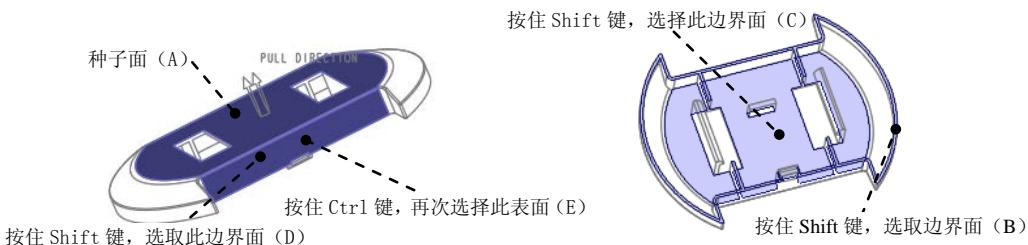

图 27.13 定义种子面和边界面
(1) 采用“种子面与边界面”的方法选取所需要的曲面。用户分别选取种子面和边界面后，系统则会自动选取从种子曲面开始向四周延伸直到边界曲面的所有曲面（其中包括种子曲面，但不包括边界曲面）。在屏幕右下方的“智能选取栏”中选择“几何”选项。
(2) 下面先选取“种子面”，操作方法如下：选择 **视图** 功能选项卡 **模型显示** ▾ 区域中的“显示样式”按钮 ，按下 按钮，将模型的显示状态切换到实线线框显示方式，将模型调整到图 27.13 所示的视图方位，将鼠标指针移至模型中的目标位置，选取图 27.13 中的模型的表面，该表面就是所要选择的“种子面”。
(3) 选取“边界面”，操作方法如下：按住 Shift 键，选取图 27.13 中的模型的一圈端部表面 (B) 为边界面，按住 Shift 键，选取图 27.13 中的模型的内表面 (C) 为边界面，按住 Shift 键，选取图 27.13 中的模型表面 (D) 为边界面。
(4) 按住 Ctrl 键，再次选取图 27.13 中的模型表面 (E) 为边界面。
(5) 单击 **模具** 功能选项卡 **操作** ▾ 区域中的“复制”按钮 .
(6) 单击 **模具** 功能选项卡 **操作** ▾ 区域中的“粘贴”按钮 。系统弹出“曲面：复制”操控板。
(7) 填补复制曲面上的破孔。在操控板中单击 **选项** 按钮，在“选项”界面选中 **排除曲面并填充孔** 单选项，在 **填充孔/曲面** 区域中单击“单击此处添加项”，在系统的提示下，再次选取图 27.13 中种子面的曲面。
(8) 在“曲面：复制”操控板中单击 按钮。